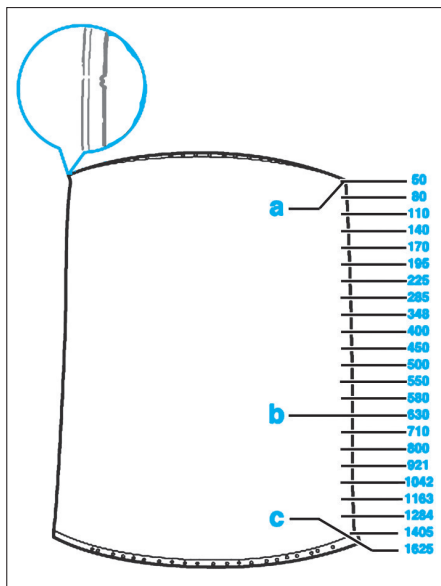

FIG. 25
- Marquer l'emplacement des points de soudure (a),(b) et (c), (Fig.25) ainsi que des trous de rivetage à l'aide d'un crayon papier à pointe tendre.